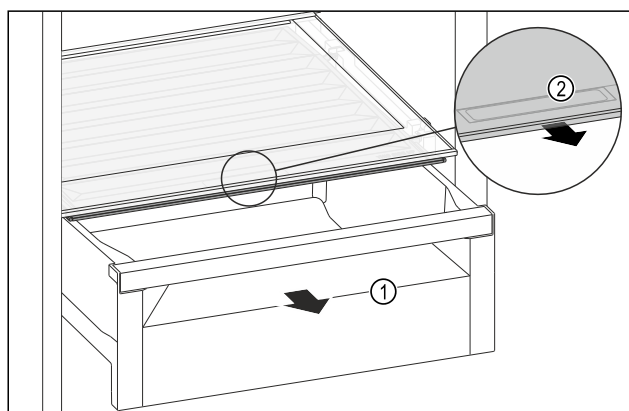

Fig. 193
- Zásuvku Fig. 193 (1) vytáhněte.
- Uchopte prohlubeň pro rukojeť Fig. 193 (2) na víku zásuvky a současně zatáhněte za víko zásuvky směrem dopředu.